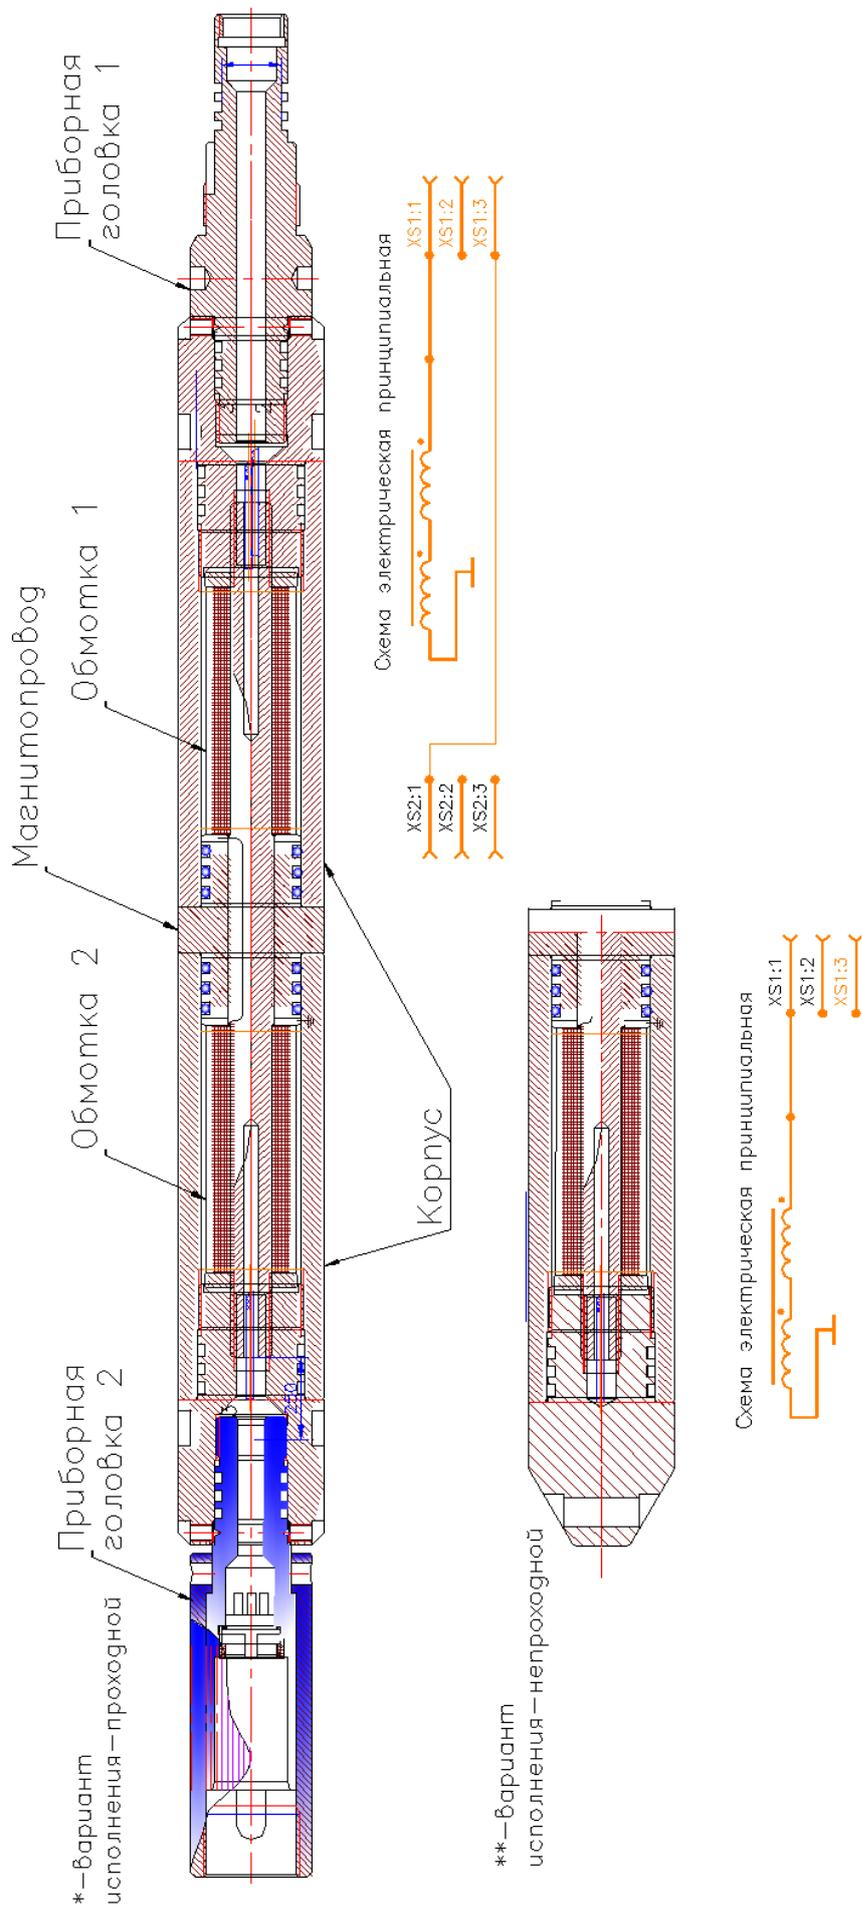

Рис. 1
- Конструктивно прибор состоит из следующих основных частей: электромагнита, корпуса, головной и хвостовой части (рис.1). Обмотка электромагнита из двух частей намотана на магнитопровод и помещена в немагнитный корпус.
- Электрическая схема ПО представлена на рис.1.